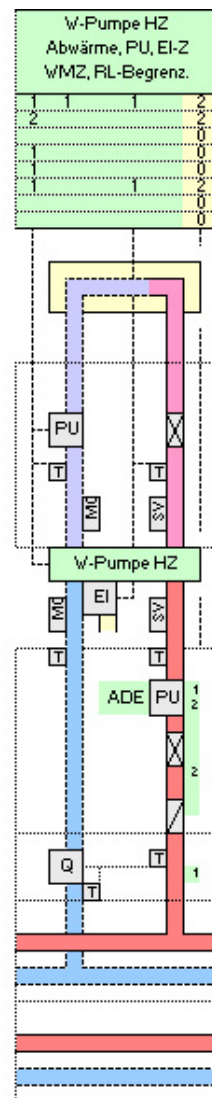

Bild 14
14. Wärmepumpe zum Heizen (WP) (Bild 14)